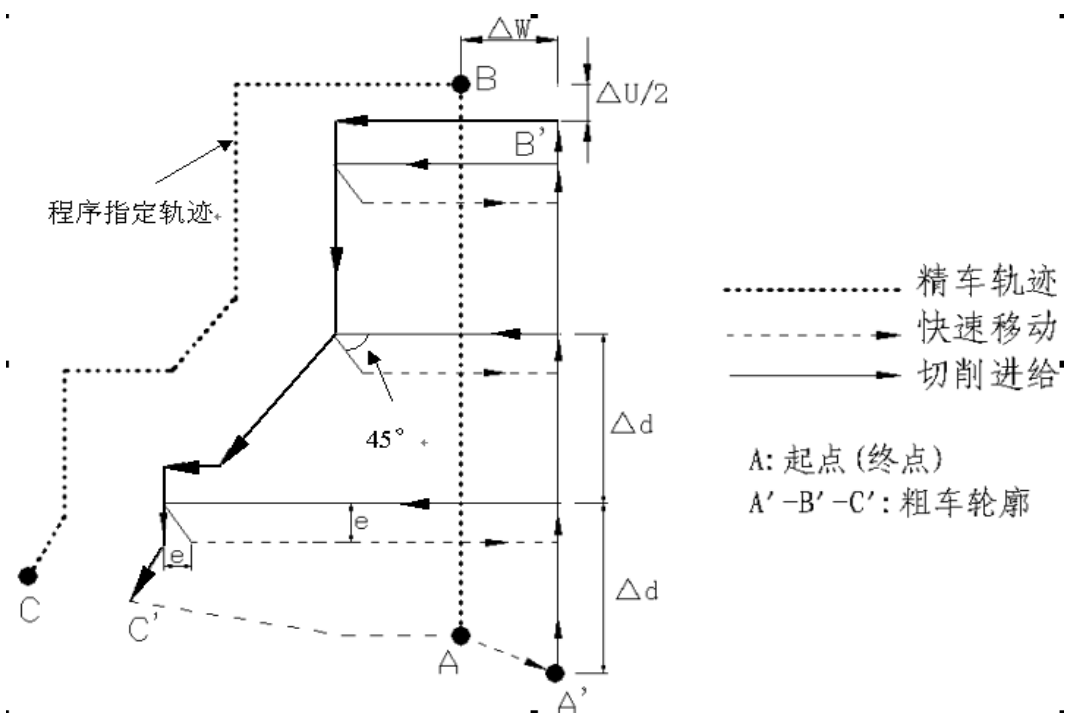

图 3-25 G71 代码循环轨迹
1) **代码执行过程：**图 3-25。
① 从起点 A 点快速移动到 A' 点，X 轴移动 Δu 、Z 轴移动 Δw ；
② 从 A' 点 X 轴移动 Δd (进刀), ns 程序段是 G0 时按快速移动速度进刀, ns 程序段是 G1 时按 G71 的切削进给速度 F 进刀, 进刀方向与 A 点 \rightarrow B 点的方向一致;
③ Z 轴切削进给到粗车轮廓, 进给方向与 B 点 \rightarrow C 点 Z 轴坐标变化一致;
④ X 轴、Z 轴按切削进给速度退刀 e (45° 直线), 退刀方向与各轴进刀方向相反;
⑤ Z 轴以快速移动速度退回到与 A' 点 Z 轴绝对坐标相同的位置;
⑥ 如果 X 轴再次进刀 ($\Delta d+e$) 后, 移动的终点仍在 A' 点 \rightarrow B' 点的联机中间 (未达到或超出 B' 点), X 轴再次进刀 ($\Delta d+e$), 然后执行③; 如果 X 轴再次进刀 ($\Delta d+e$) 后, 移动的终点到达 B' 点或超出了 A' 点 \rightarrow B' 点的联机, X 轴进刀至 B' 点, 然后执行⑦;
⑦ 沿粗车轮廓从 B' 点切削进给至 C' 点;
⑧ 从 C' 点快速移动到 A 点, G71 循环执行结束, 程序跳转到 nf 程序段的下一个程序段执行。